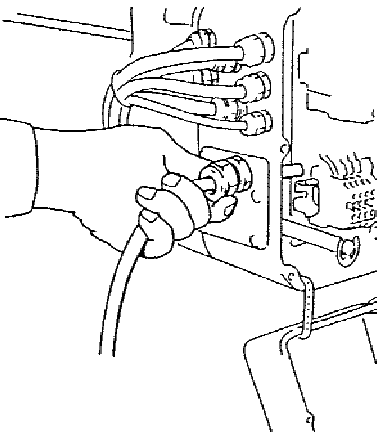

Abb. 69
- **Komplett mit eingebauter Steuerung** (Niederspannungsschalttafel und zugehörige Druckknopftafel). In diesem Fall wurden alle Verkabelungen bereits vorgenommen und Sie müssen nur das Netzkabel an die Klemmenleiste im Steuergerät, das sich auf der dem Motor gegenüberliegenden Seite befindet, anschließen (Abb. 69).
3. Bündeln Sie das Netzkabel, das mit der dafür vorgesehenen Kabelverschraubung fixiert werden muss, wenn der E-Zug mit einer eingebauten Steuerung **ausgestattet ist** (Abb. 69).